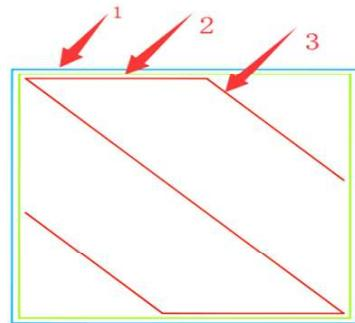

图7
2. 外壳速度（单位mm/s）：即模型外壳（眼睛可以看到的模型侧面，也叫外壁）的打印速度（图7中1号轨迹的打印速度）。速度越慢，模型打印效果越好。建议速度为：10-40mm/s。
3. 内壳速度（单位mm/s）：即模型内壳（也叫内壁，是模型的内部构造，打印完成后眼睛不可见）的打印速度（图7中2号轨迹的打印速度）。速度越慢，模型打印效果越好。建议速度为：10-45mm/s。
4. 填充速度：即打印模型内部填充的速度（图7中3号轨迹的打印速度）